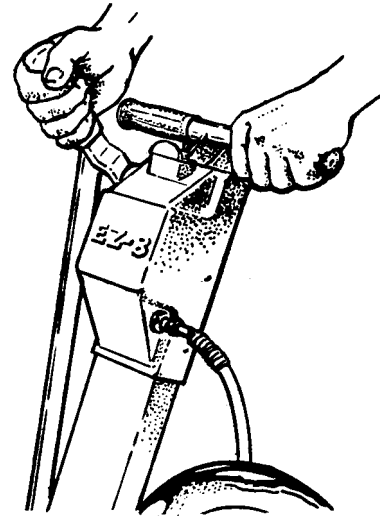

Abbildung 1
1. Senken Sie die Schleiftrummel mittels des Steuerhebels. Siehe Abbildung 1.